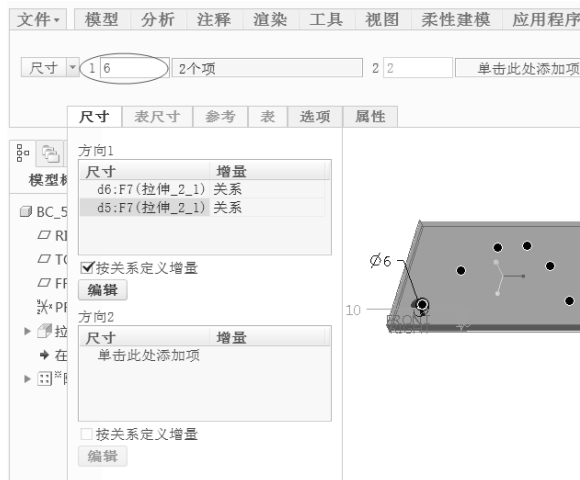

图 5-59 设置第一方向的阵列成员数为“6”
10) 在“阵列”选项卡中输入第一方向的阵列成员数“6”，如图 5-59 所示。